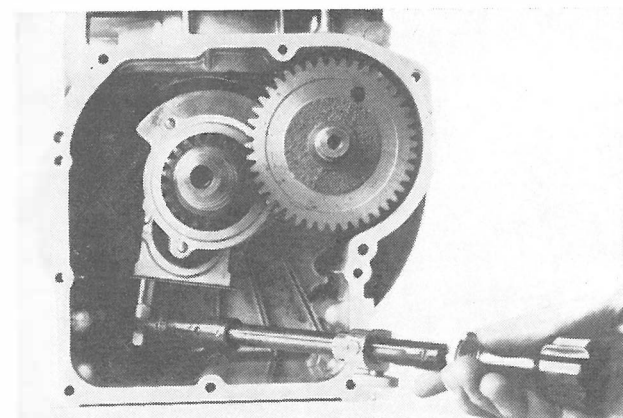

Fig. 67
- Serrer les écrous de fixation de chapeau à 1,2 Kgm. et bloquer avec une lamelle de sûreté (Fig. 67). S'assurer que le vilebrequin tourne librement.
- Tighten con-rod cap bolts to 1.2 Kgm. and bend locking tabs over bolt heads (Fig. 67). Check that crankshaft turns freely.
- Befestigungsbolzen des Schubstangendeckels mit 1,2 kpm anziehen und mit Sicherungsblech blockieren (Abb. 67). Freie Drehbarkeit des Kurbelzapfens nachprüfen.